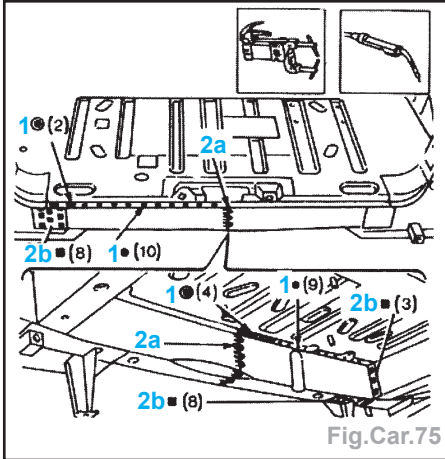

Fig.Car.75
- Effectuer des soudures (Fig. Car.75) :
- par points (1),